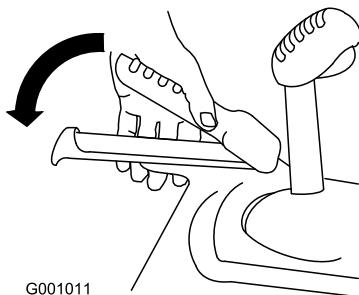

Bild 14
3. Drücken Sie den linken Hebel (Fahrantrieb) zum Handgriff (Bild 14).
- Drücken Sie den linken Hebel (Fahrerantrieb) zum Handgriff (Bild 14).